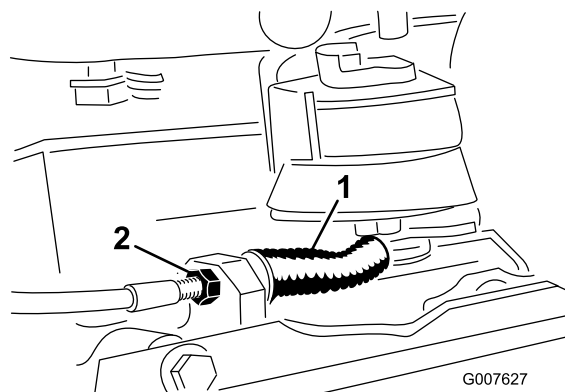

Figura 35
- Para diminuir a tensão do cabo, desaperte a porca frontal do cabo e aperte a porca traseira (Figura 35). Repita os passos 1 e 2 e ajuste a tensão, se necessário.
- Para aumentar a tensão do cabo, aperte a porca frontal do cabo e desaperte a porca traseira (Figura 35). Repita os passos 1 e 2 e ajuste a tensão, se necessário.